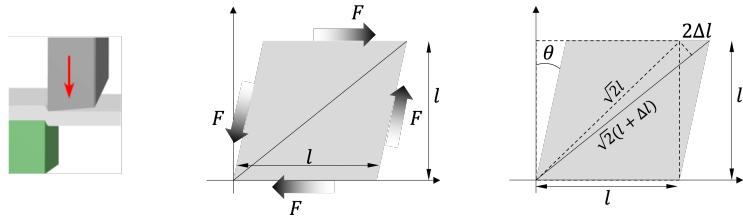

图 7. 剪切应变
4. 剪切应变 (*shear strain*) 弹性体在剪切力的作用也会发生形变，如图 7 所示，剪切应变定义为，